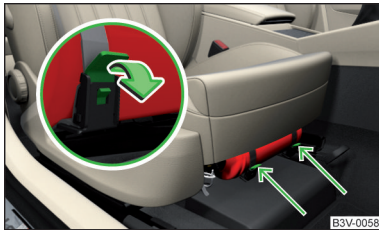

Abb. 240
- Die beiden Gurte lösen, indem an den jeweiligen Sicherungen in Pfeilrichtung gezogen wird » Abb. 240.